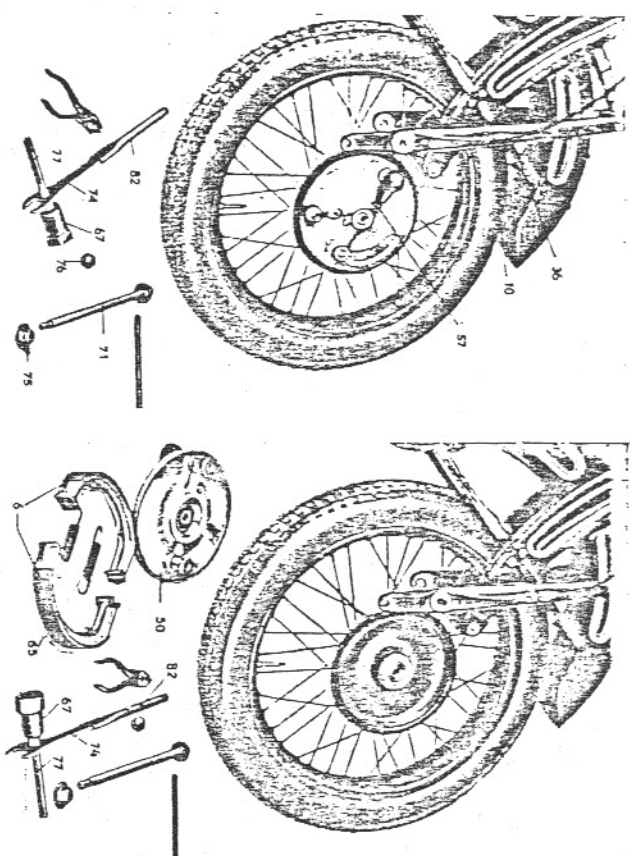

Abb. 33. Ausbau des Vorderrades
k) Abnahme des Vorderrades: Man stellt die Maschine auf den vorderen Kippständer, zieht mit der Kombinationszange den Nippel des Bremskabels aus dem Schlitz des kleinen Umschnebels 57 heraus. Das Herausziehen des Bremsseiles wird durch einige Umdrehungen an der Stellschraube 36 erleichtert. Nun schraubt man mittels der nach Abb. 33 zusammengebaute Schlüssel 67, 74, 77 und 82 die auf der gleichen Radseite sitzende Bundmutter 75 der Steckachse 71 ab, zieht diese heraus und entfernt auch die Kappenmutter 76. Das Rad mit Bremse ist dann nach rückwärts zu schwenken und auf die linke Seite herüberzudrücken. Es ist nur notwendig, die Maschine noch etwas weiter umzuliegen oder, wenn ein Seitenwagen angeschlossen ist, sie vorn noch etwas zu heben, um das Rad aus dem vorderen Schutzblech herauszuziehen (Abb. 33).